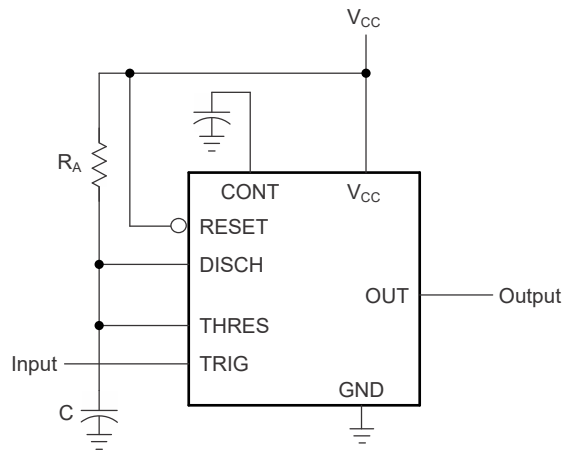

図 6-2. モノステーブル動作回路
- (1) 最小値または最大値として示されている条件については、「推奨動作条件」で指定されている適切な値を使用します。
- (2) 指定された値は、図 6-2 と同様のモノステーブル回路のデバイスのものであり、次の成分値を使用します。 $R_A = 2k\Omega \sim 100k\Omega$ 、 $C = 0.1\mu F$ 。
モノステーブル動作に関して、図 6-2 にこれらのタイマのいずれかを接続する方法を示します。出力が Low の場合、トリガ (TRIG) に負方向のパルスを印加するとフリップフロップが設定され ( $\bar{Q}$  が Low になる)、出力が High に駆動され、Q1 がオフになります。C コンデンサは、コンデンサの両端の電圧がスレッシュホールド (THRES) 入力のスレッシュホールド電圧に達するまで、 $R_A$  経路で充電されます。TRIG が High レベルに戻ると、スレッシュホールドコンパレータの出力によってフリップフロップがリセットされ ( $\bar{Q}$  が High になる)、出力が Low に駆動され、Q1 経路で C が放電します。
図 6-5 は、2 番目の抵抗 ( $R_B$ ) を図 6-2 の回路に追加し、トリガ入力をスレッシュホールド入力に接続すると、タイマがセルフトリガしてマルチバイブレータとして動作することを示しています。コンデンサ  $C$  は  $R_A$  および  $R_B$  経由で充電され、 $R_B$  経由でのみ放電されます。したがって、デューティサイクルは  $R_A$  と  $R_B$  の値によって制御されます。
タイミング サイクルの長さを調整することで、図 6-2 に示す基本回路は周波数分周器として動作させることができます。図 6-8 は、タイミング サイクル中は再トリガが発生しないという特性を利用した 3 分周回路を示しています。
図 6-2 を参照